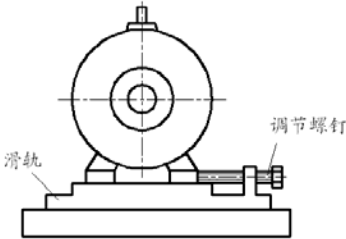

图 5-16 打开结果
- 01 打开随书光盘中的“\实例文件\第 5 章\实例 050.dwg”文件，如图 5-16 所示。